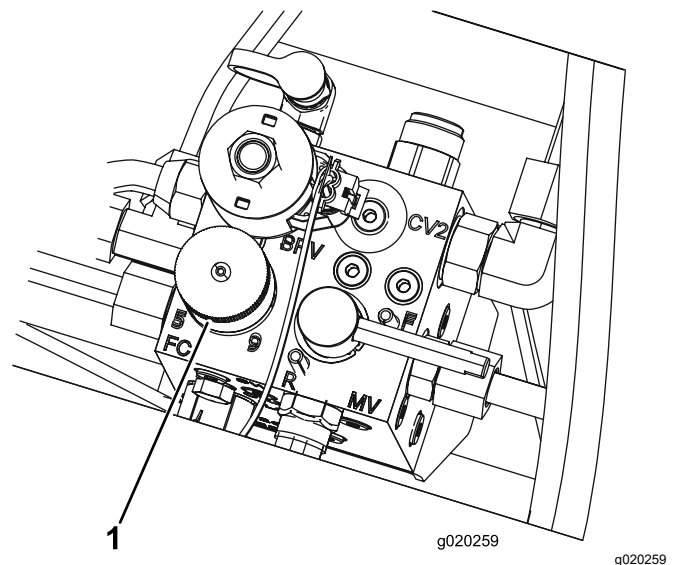

Figura 43
5. Ruotate la manopola (Figura 43) del collettore del tosaerba fino a quando la freccia dell'indicatore non è in linea con il numero di velocità dei cilindri che avete stabilito nel passaggio 3.